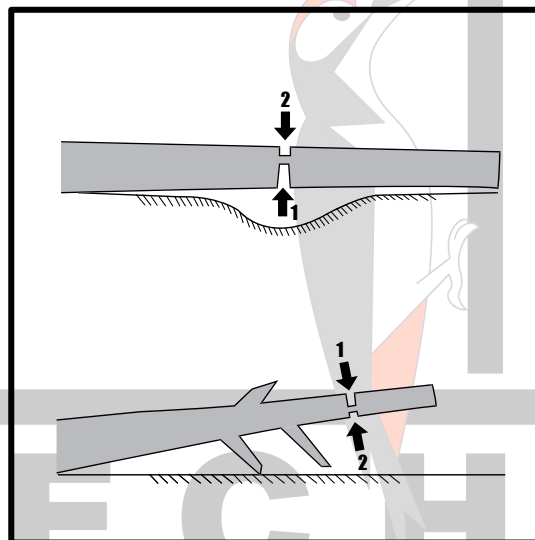

Abbildung 1
- Hierunter versteht man das Abtrennen der Äste des gefällten Baums. Beim Entasten größerer nach unten gerichteter Äste, die den Baum stützen, vorerst stehen lassen. Entfernen Sie die kleinen Äste wie in Abbildung 1 dargestellt in einem Schnitt. Äste, die unter Spannung stehen, sollten von unten nach oben gesägt werden, um ein Einklemmen der Säge zu vermeiden.